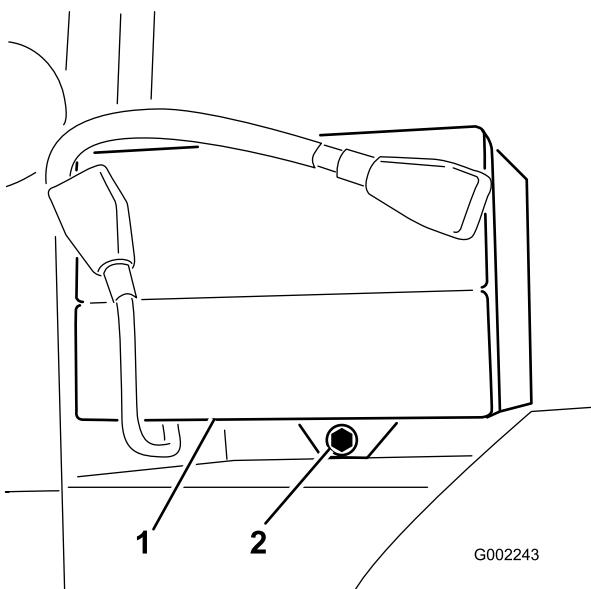

Figure 45
2. Retirez le dispositif de retenue et les fixations de la batterie (Figure 45).
3. Posez le dispositif de retenue de la batterie et serrez-le avec les fixations retirées précédemment (Figure 45).